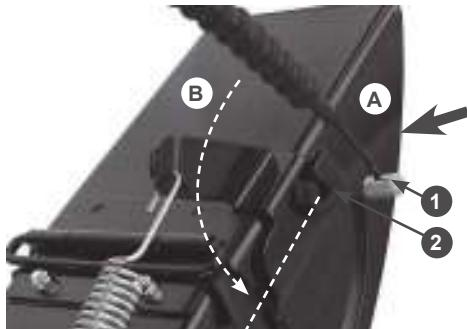

Рис. 21 Установка наконечника троса управления дефлектором жёлоба
- вставьте наконечник 1 троса в кронштейн 2 до упора, одновременно продевая трос через прорезь в кронштейне (действие А), после чего проповерните трос в кронштейне на 90 градусов (действие В), как показано на Рис. 21;